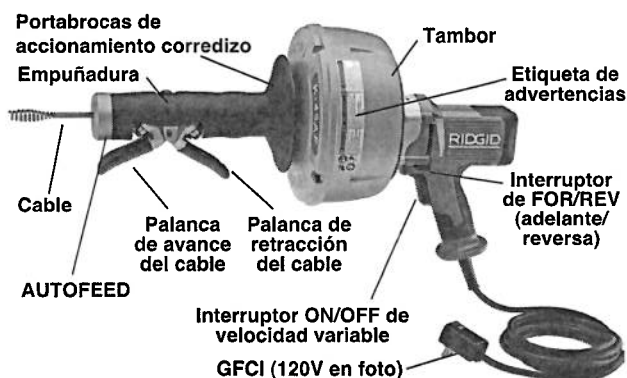

Figura 2 – Limpiadora de desagües K-45 AF con AUTOFEED
- La etiqueta de advertencias está pegada a la máquina y legible (vea la Figura 2).